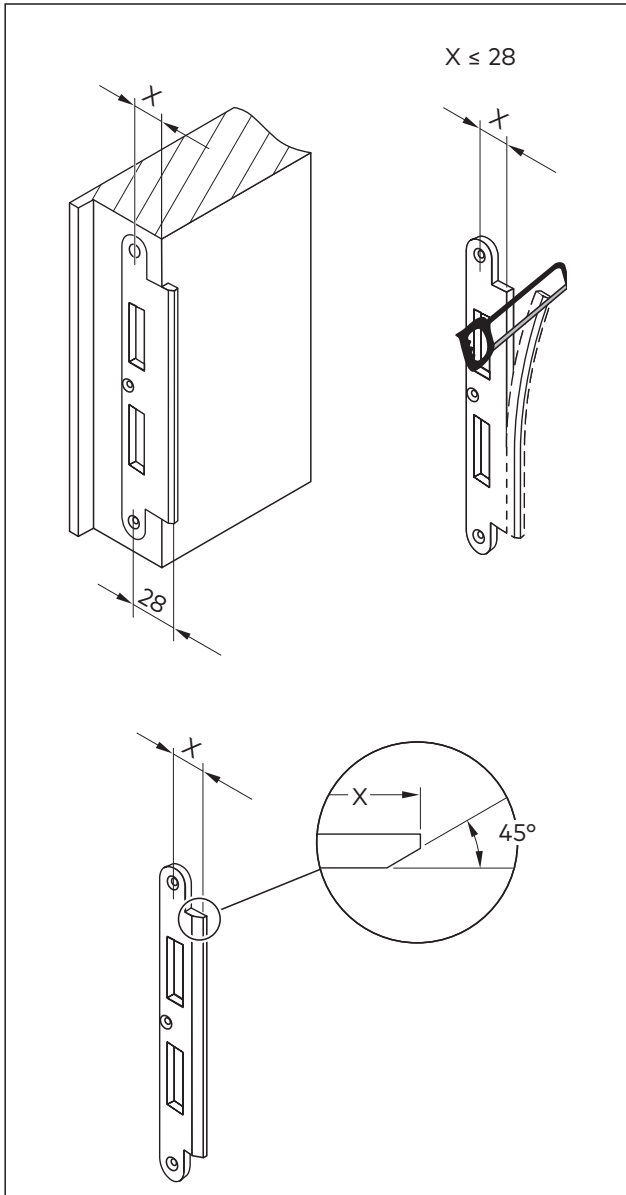

Abb. 26 Abmaße der Anpassungen
6. Das Schließblech anpassen (Abb. 26).